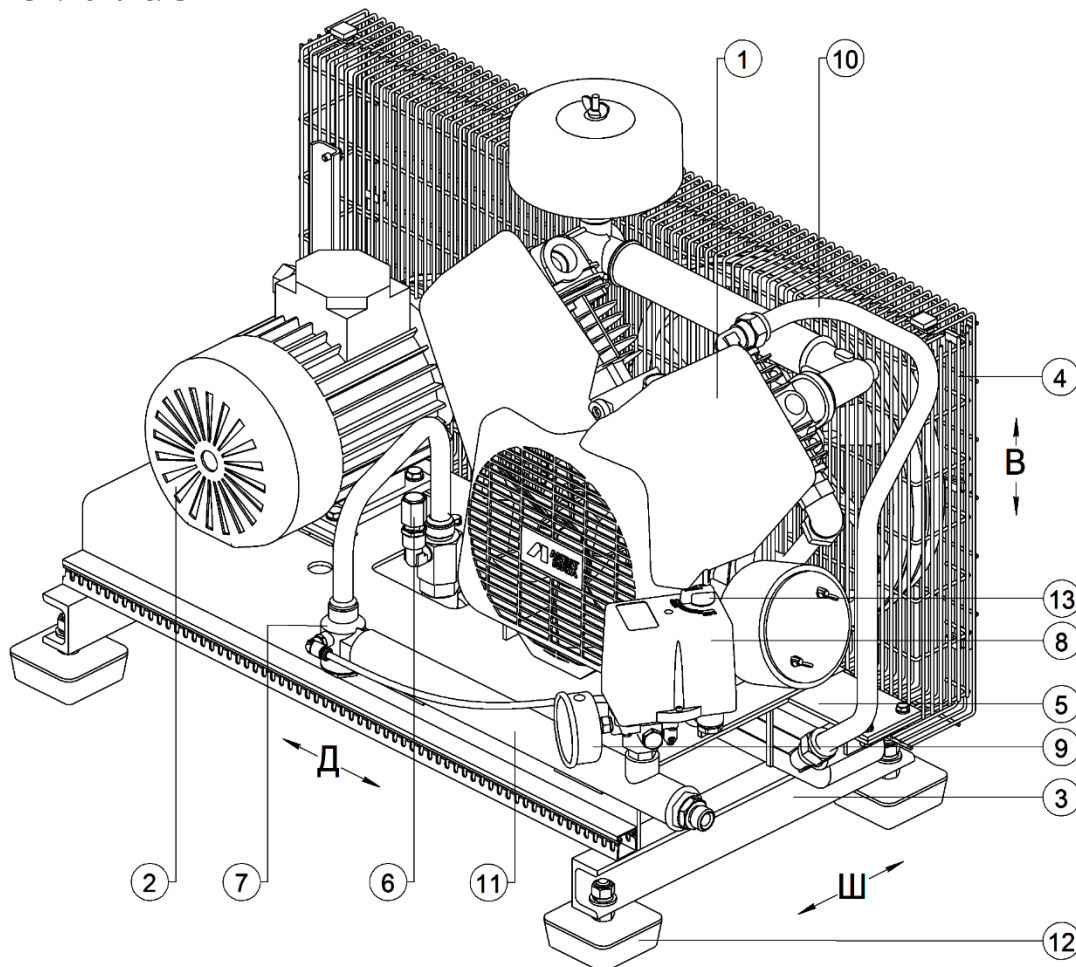

Рисунок 4 - Общий вид компрессора СБ4-F22
6.3.3 На отводящем трубопроводе необходимо установить трехходовой кран или другое устройство, обеспечивающее сброс давления воздуха из коллектора ⑪ (рисунок 4), при остановке и отключении компрессора от воздушной сети.